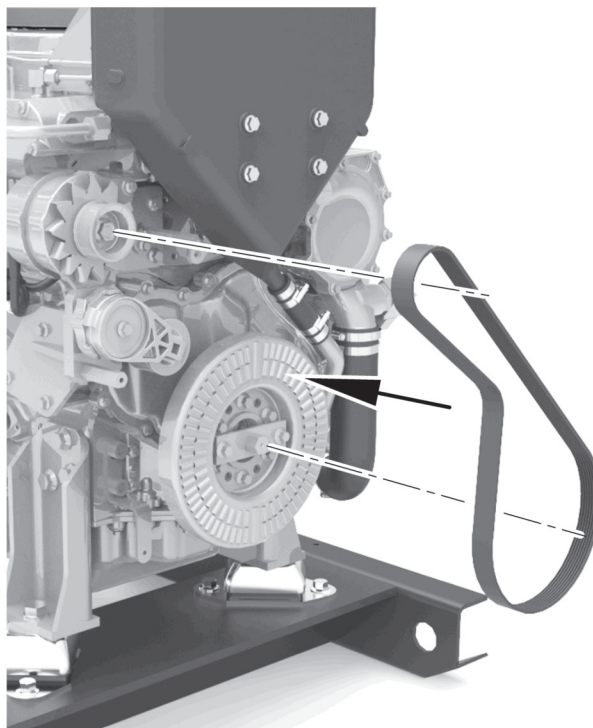

Figura 16
3. Installare la nuova cinghia in modo corretto, come illustrato nella figura 16. Assicurarsi che la cinghia sia interamente posizionata sulle pulegge. La tensione corretta verrà automaticamente applicata alla rimozione del nottolino d'arresto.